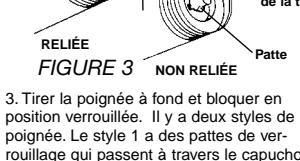

FIGURE 3
2. S'assurer que la tige est reliée au piston en caoutchouc en tournant d'un quart de tour tout en tirant la poignée de la tige du piston (voir figure 3).